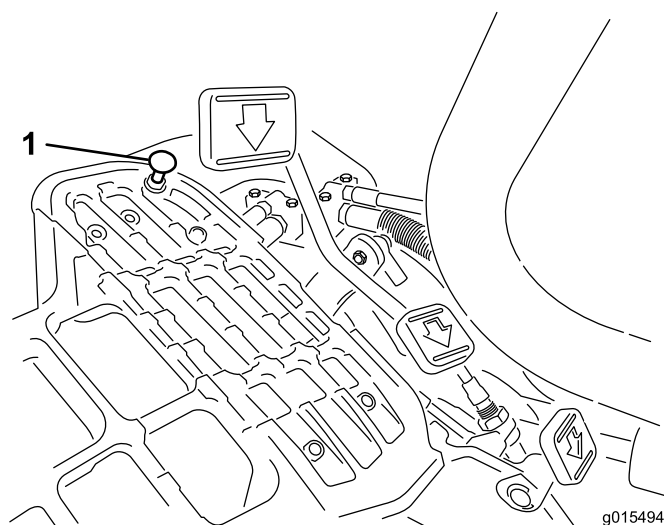

図 49
モードレバーを「移動走行」位置にセットし、ペダルを一杯に踏み込めば最高速度となります。ケーブルに張力が掛かる前にペダルがストップ（図 49）に当たる場合には調整が必要です。
1. モードレバーを「移動走行」位置にセットし、ペダルストップを固定しているロックナットをゆるめる（図 49）。